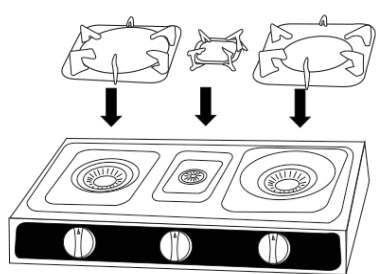

Fig. 9
2. Când despachetați, asigurați-vă că toate piesele aragazului cu gaz sunt incluse. Asamblați piesele așa cum se arată în. (Fig. 9)